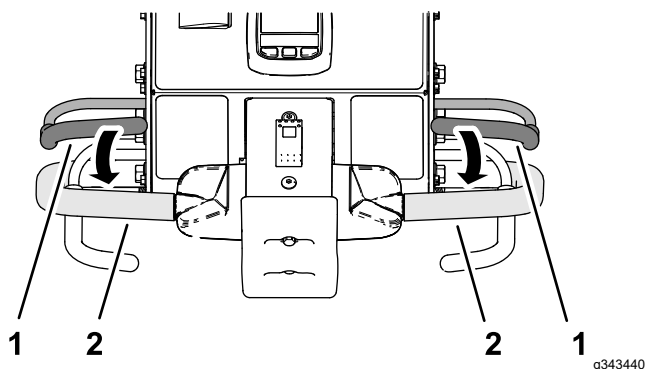

Figura 100
3. Prindeți bara de ghidare din stânga sau din dreapta și maneta pentru prezența operatorului (Figura 100) și strângeți maneta spre bara de ghidare.